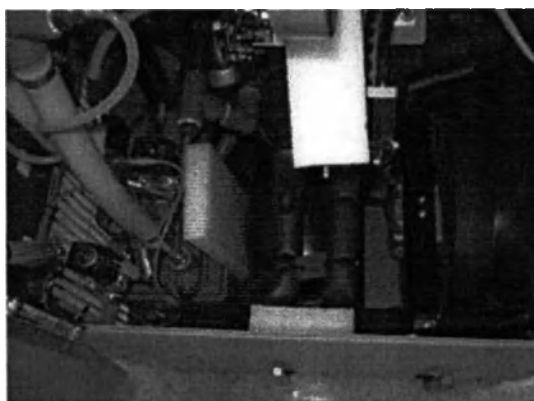

Рисунок 8.10
3. Вытяните из компрессора и удалите две вставки из пенопласта (Рисунок 8.10).